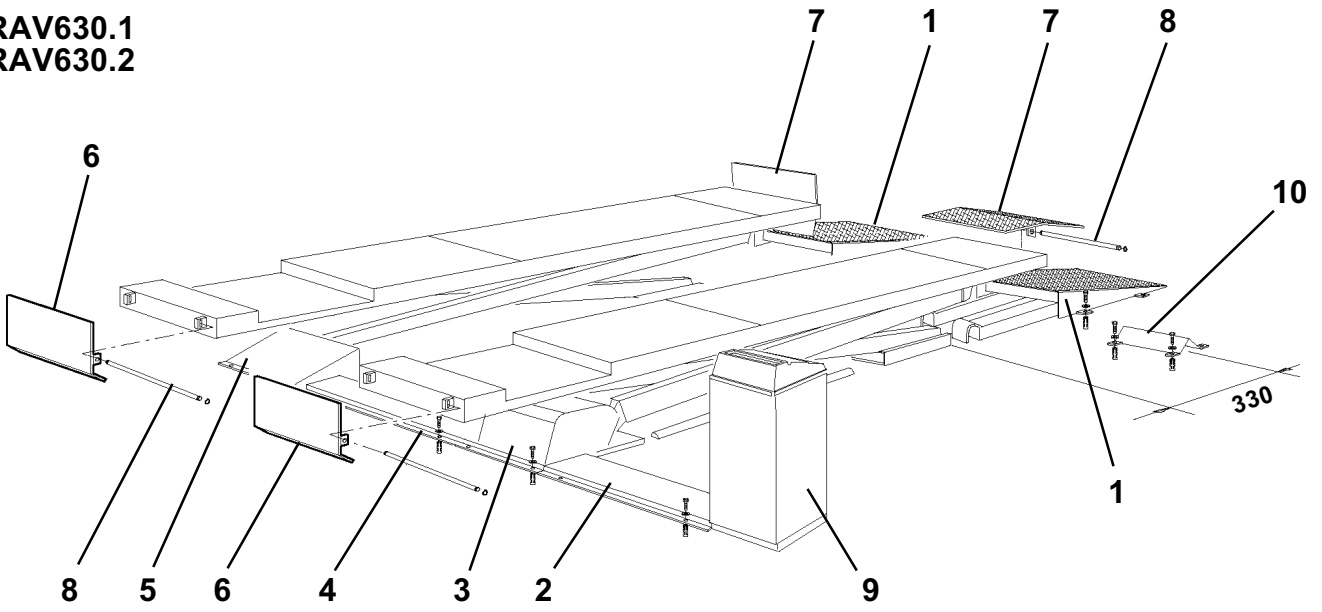

Fig. 25
Rif. Fig.25. Fissare sul pavimento la guida rampa (10) dopo averla posizionata come a figura in centro con le basi. Utilizzando i fori come dime, forare con punta da 9 mm, profondità 50 mm. Inserire i tasselli in dotazione e serrare a fondo; dopo di che agganciare la rampa alla biella esterna.
Rif. Fig.25 - Montare gli arresti (7-6).
Ref. Fig. 25. Place the ramp guide (10) centred to the bases as shown in the figure, then fasten it to the floor. Using the holes as templates, drill to a depth of 50 mm with a 9 mm bit. Fit the plugs supplied and tighten home. Then hook the ramp onto the outer connecting rod.
Ref. Fig. 25. Fit the stops (7-6).
Zu Abb. 25. Die Rampenführung (10), nachdem sie gemäß Abbildung mittig zum Grundrahmen positioniert wurde, am Boden befestigen. Die Bohrungen als Schablonen verwenden und mit einem 9mm-Bohrer 50mm tief einbohren. Die mitgelieferten Dübel einsetzen und fest anziehen. Danach die Rampe an der äußere Pleuelstange einhaken.
Zu Abb. 25. Die Radansschläge (7-6) montieren.
Réf. Fig. 25. Positionner la glissière de la rampe (10) au centre avec les bases (voir figure) et la fixer au sol. En se servant des trous comme gabarit, percer avec une mèche de 9 mm, à une profondeur de 50 mm. Introduire les chevilles en dotation et
Réf. Fig. 25. Monter les arrêts (7-6).
Ref. Fig. 25. Montar los topes (7-6).